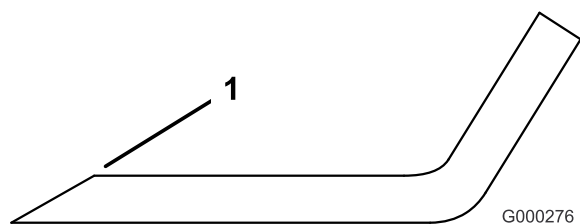

Figura 80
1. Utilice una lima para afilar el filo de corte en ambos extremos de la cuchilla (Figura 80). Mantenga el ángulo original. La cuchilla permanece equilibrada